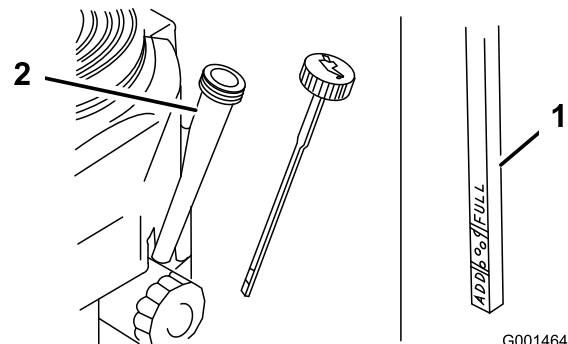

Figure 28
4. Nettoyez la surface autour de la jauge d'huile (Figure 28) pour éviter que des impuretés ne s'introduisent dans le goulot de remplissage, ce qui risquerait d'endommager le moteur.
5. Retirez la jauge d'huile et essuyez soigneusement son extrémité (Figure 28).
6. Remettez la jauge au fond du tube de remplissage, mais sans la visser (Figure 28).
9. Versez avec précaution environ 80% de la quantité d'huile spécifiée dans le goulot de remplissage (Figure 28)